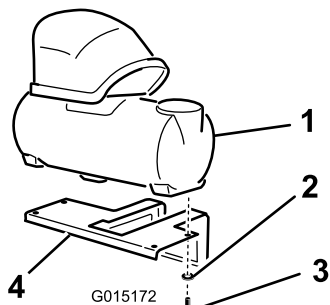

Figure 3
- Placez le réservoir sur le support, comme indiqué à la Figure 3.